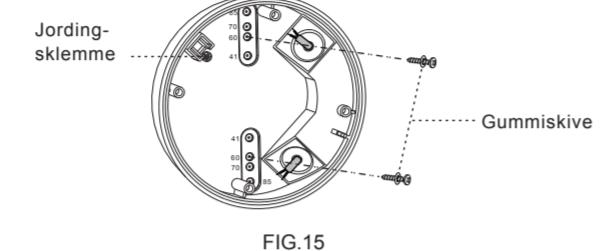

FIG.15
4.4.3.3 Velg passende blindplugger for å feste koblingsboksen på overflaten av takbordet med 2 stk tresskruer festet med gummiskive (se FIG.15).